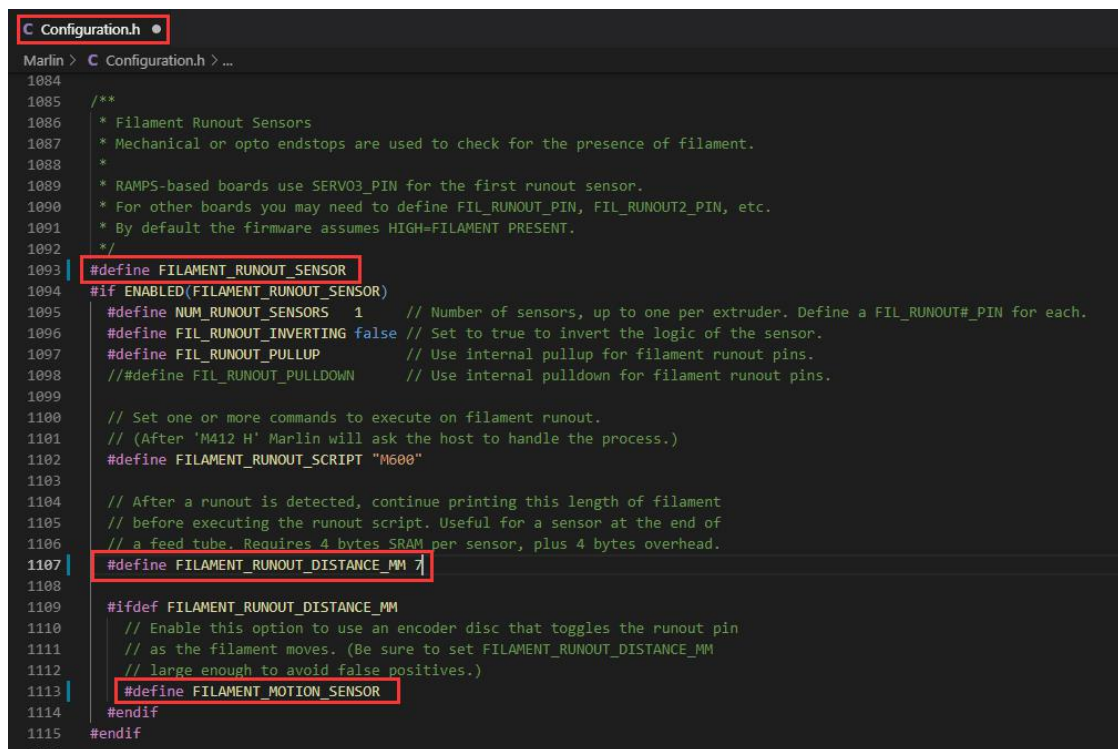

图 2
1) 本产品使用固件为 marlin2.0.x。使用屏幕 2004，12864，TFT24（12864 模式），TFT35_V3.0（12864 模式）可直接使用，目前测试可以使用的主板有 SKR V1.3;SKR mini E3; SKR E3 DIP;MKS CEN L;MKS GEN V1.4。模块正在优化，稍后会兼容触摸屏。修改方法如图 2 所示。